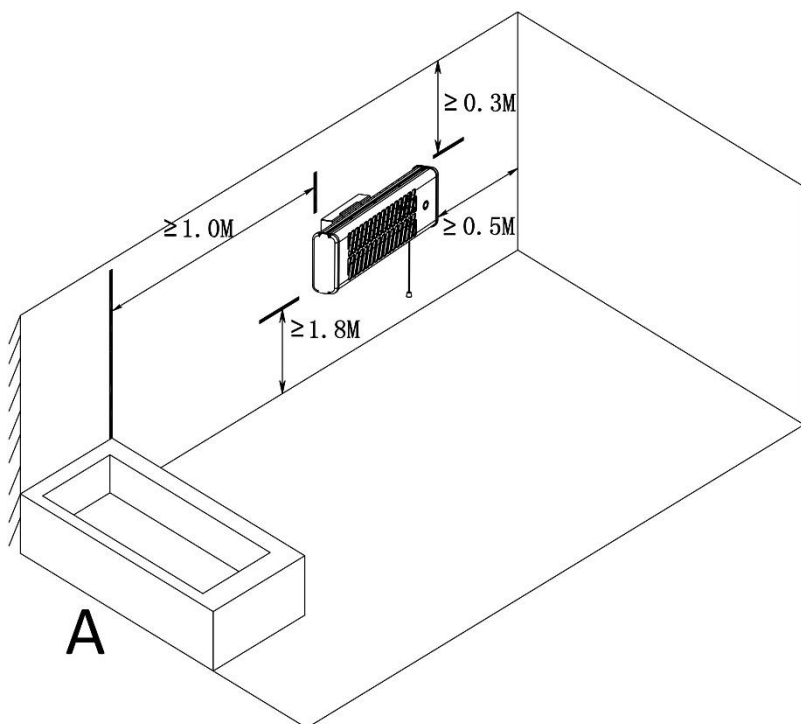
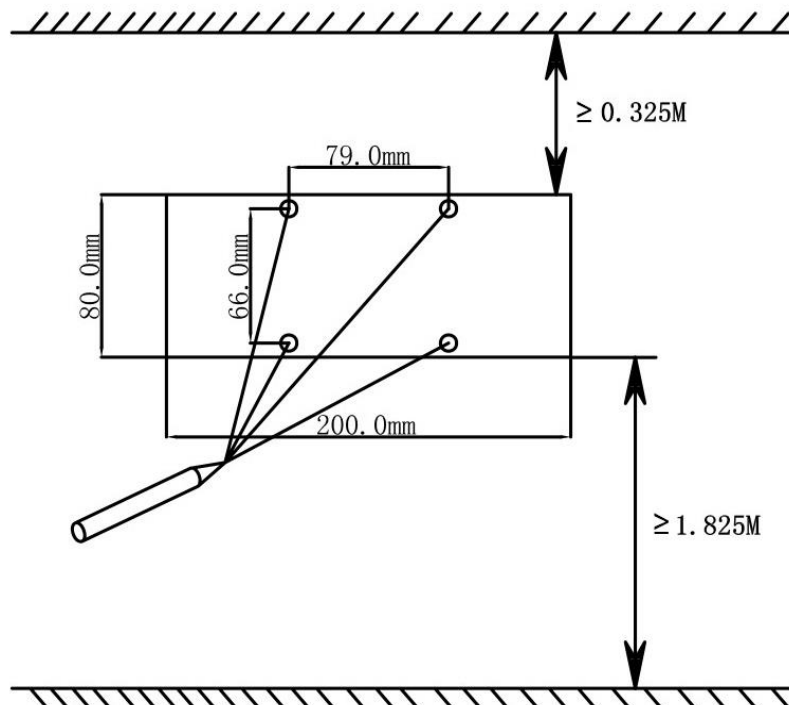

Bild 3
Bild 4
20. Håll säkerhetsavstånden enligt de europeiska standarder och nationella bestämmelser som anges i bild 3.
2. Kvartrsröret får endast installeras i ett horisontellt läge. installera inte i tak eller vertikalt. Vid installation, säkerställ det minsta avstånd som anges i bild 3. Värmeelementet måste monteras minst 1 800 mm ovanför golvet, 300 mm under taket och 500 mm från sidovägg(ar).
3. Hitta ett lämpligt läge som inte blockerar åtkomsten till sladdströmställaren och brytaren, respektera alltid säkerhetsavstånden som anges i bild 3. Markera hålen på väggen där värmeelementet ska monteras. Ta måtten i bild 4 som referens. Markera ett kors i mitten av hålet för exakt borring (se bild 4).